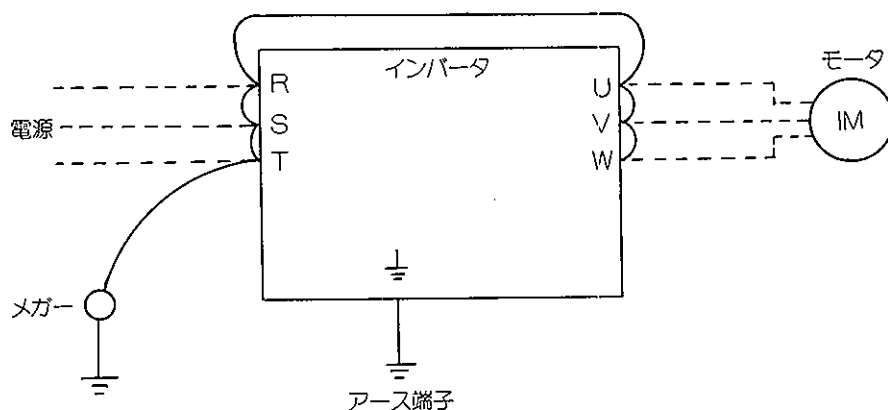

図16 メガーテスト要領
(3) メガーテスト
- (ロ) インバータ自体のメガーテストは図16の要領で主回路のみ実施し、制御回路にはメガーテストをしないでください。